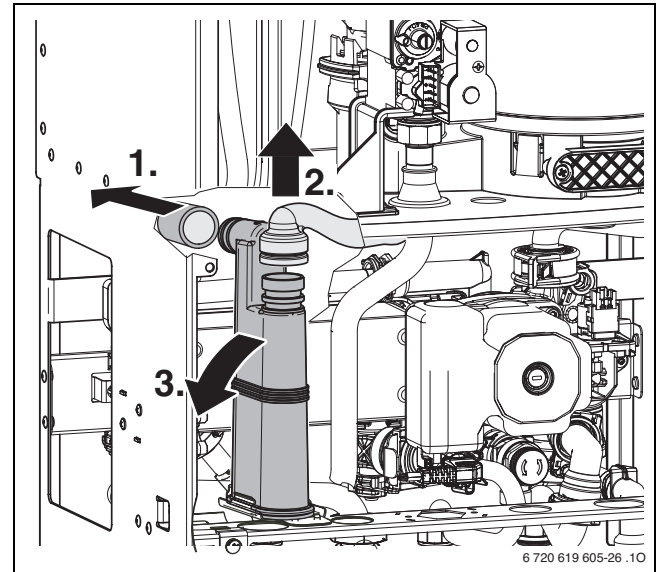

Fig. 53
- ▶ Smontare il sifone per condensa (→ fig. 53) e collocare sotto un recipiente adatto.